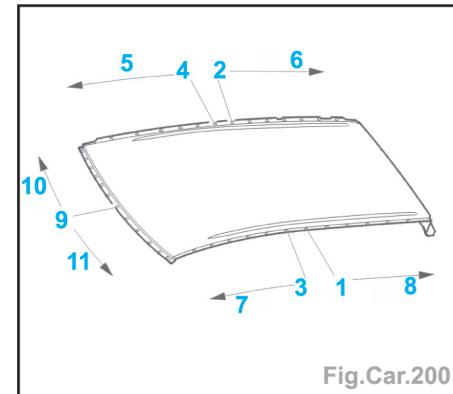

Fig.Car.200
- Commencer le poinçonnage-calibrage du nouveau pavillon par le point 1 (Fig.Car.200).